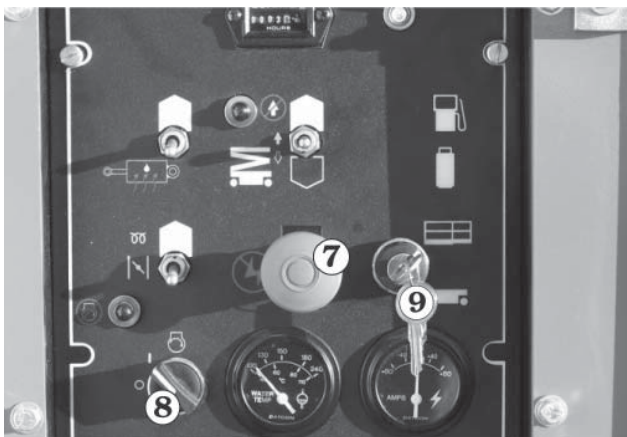

Abb. 10.2
1. Den **Notaus-Schalter 7** nach unten (Ausstellung) drücken und den **Haupttrennschalter 8** ausschalten und den Schlüssel **9** herausziehen (siehe Abb. 10.2).